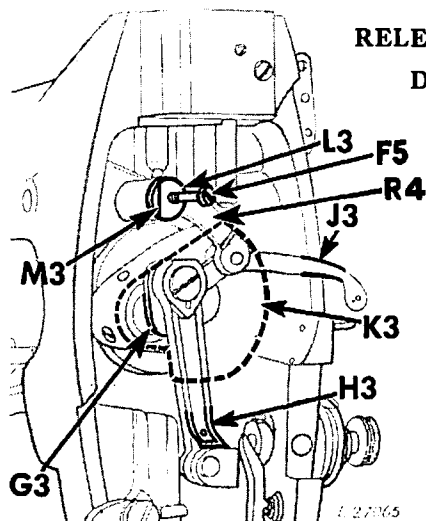
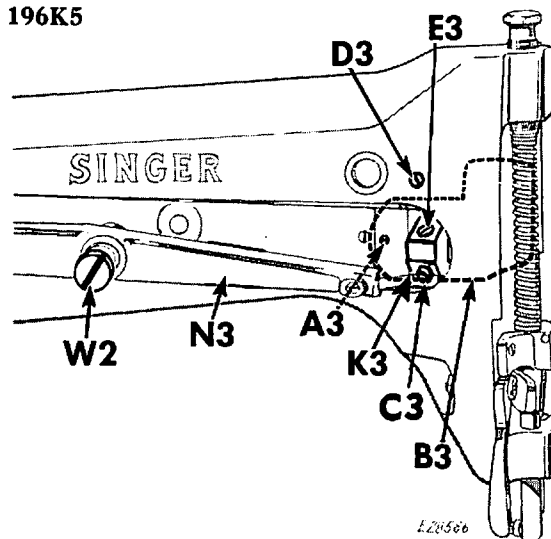

Fig. 54. Relevé de fil d'aiguille
Fig. 55. Vis d'arrêt de la came de releveur
3. Retirer le tourillon à vis W2, Fig. 55, et abaisser le levier élévateur N3 de barre du presseur pour dégager la vis A3 comme illustré Fig. 55.
4. Retirer la vis A3 et le protecteur B3, Fig. 55.
5. Tourner la manivelle K3 de barre à aiguille dans la position illustrée par la ligne pointillée de la Fig. 54. Desserrer les vis C3 et E3, Fig. 55.
6. Faire glisser la manivelle G3, Fig. 54, du releveur, avec la bielle de connexion H3 de barre à aiguille, hors de la manivelle K3, Fig. 54, de barre à aiguille.
7. Desserrer la vis D3, Fig. 55.
8. Introduire une vis F5, Fig. 54, de plaque de face, dans le trou percé au centre du tourillon L3, et, tout en retenant la bielle de connexion du releveur de fil d'aiguille à l'intérieur de la tête en R4, tirer sur la vis F5 pour retirer le tourillon L3. Retirer du tourillon la vis de plaque de face.
9. Retirer le releveur J3, Fig. 54, de fil d'aiguille.
1. Placer le tourillon-charnière L3 dans la bielle supérieure du releveur J3, Fig. 54, de fil d'aiguille. Replacer le tourillon de manière que son méplat soit orienté vers l'arrière du bras de la machine. Son emplacement est indiqué en M3, Fig. 54.
2. Resserrer la vis D3, Fig. 55.
3. Faire glisser le tourillon sur la manivelle G3 du releveur, et la bielle de connexion H3 par la bielle inférieure du releveur J3 et dans le trou qui lui est destiné dans la manivelle K3 de barre à aiguille, comme illustré Fig. 54.
4. S'assurer que la vis E3 prend appui sur le méplat du tourillon de la manivelle G3 du releveur, puis resserrer la première vis E3, puis la vis C3, Fig. 55.
5. Remettre le protecteur B3 et la vis A3, Fig. 55. Resserrer la vis A3.
6. Remettre le levier élévateur N3 et la vis-tourillon W2, Fig. 55. Resserrer la vis-tourillon W2.